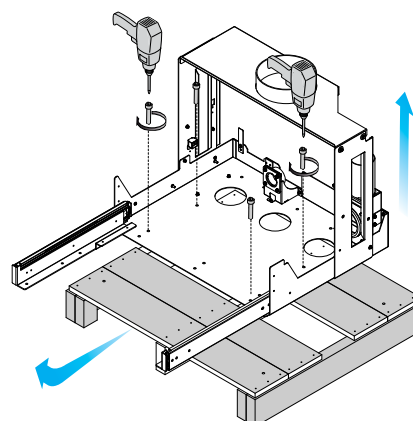

fig. 6.1.7
- 7) Retirer les vis de fixation de la palette de la base et retirer la palette (Fig. 6.1.7).